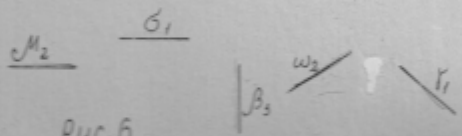

Рис. 6
7. Какую надпись следует выполнить над изображением, обозначенным цифрой 1 на рис. 6?
8. Укажите, какими буквами обозначены плоскости, на которых выполняется дополнительный вид. (рис. 6)